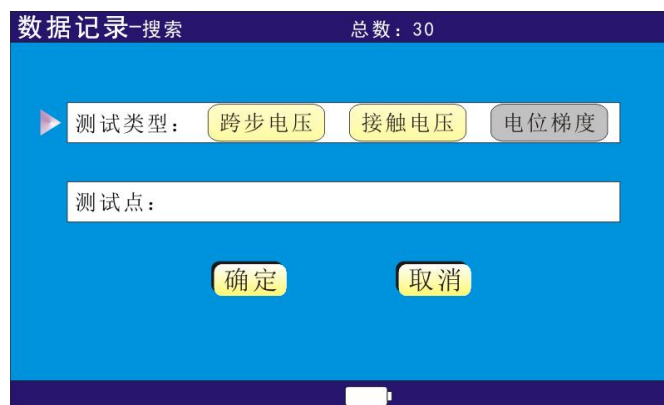

图 6
- (1) 若数据记录超过 10 条，可按液晶屏：“前页”、“后页”或盘上的“左”、“右”键进行数据页面的切换。
- (2) 可通过液晶屏上点击或键盘“上”、“下”键选择数据记录。
- (3) 点击“搜索”或键盘“Tab”、“确认”键进入数据记录搜索设置页面，如图 6，可对需要的数据进行按测试类型及测试点标识搜索。
- (4) 删除，有三种删除方式：单条数据删除、本页数据删除、全部数据删除。“单条数据删除”需首先选择需删除的数据。
- (5) U 盘导出，插入 U 盘，点击 U 盘导出，每条数据将以 Excle 文档形式导出到 CT5202F 测试文件夹。
- (6) 打印，有两种打印方式：单条数据打印、全部数据打印。“单条数据打印”需首先选择需打印的数据。